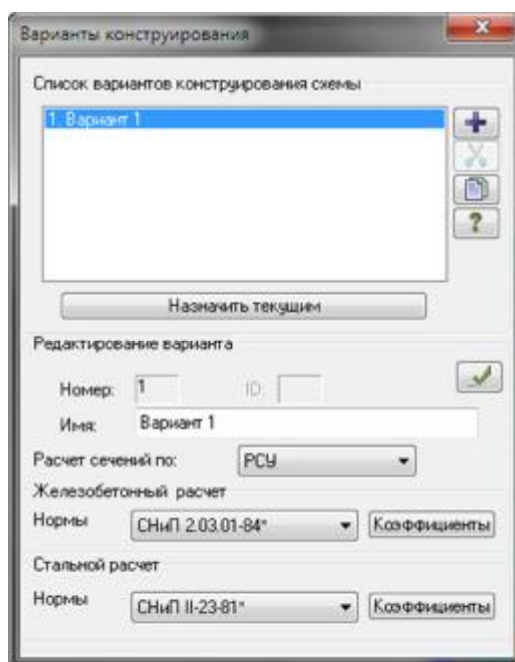

Рис.3.20. Диалоговое окно **Варианты конструирования**
Для автоматического подбора армирования и комплексной оценки усилий и деформация необходимо задать (или подтвердить если они сформированы автоматически) таблицы РСУ (рис. 3.19) и РСН (рис. 3.20) с учетом требований СП Нагрузки и воздействия.
- ▶ Вызовите диалоговое окно **Варианты конструирования** (рис.3.20) щелчком по кнопке  –**Варианты конструирования** (панель **Конструирование** на вкладке **Расширенное редактирование**).